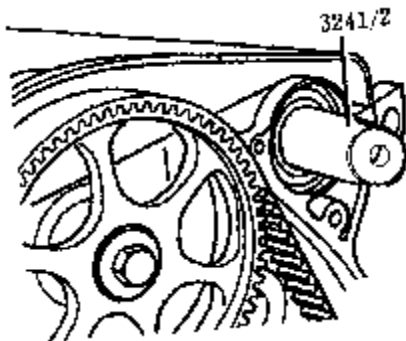
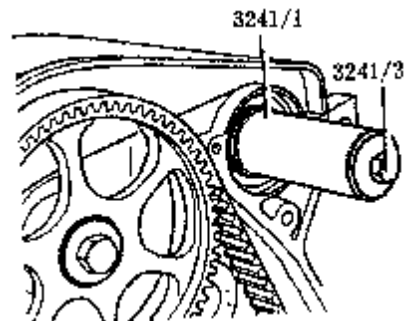

图 4-94 安装导向套筒
图 4-95 安装油封
(2) 进气凸轮轴油封的安装
①如图 4-94 所示，在油封密封唇上轻涂一层机油，将导向套筒 3241/2 装到凸轮轴轴颈上（图 4-94）。将油封滑到导向套筒上，用压力套筒 3241/1 及螺栓 3241/3 将油封压到头，如图 4-95 所示。